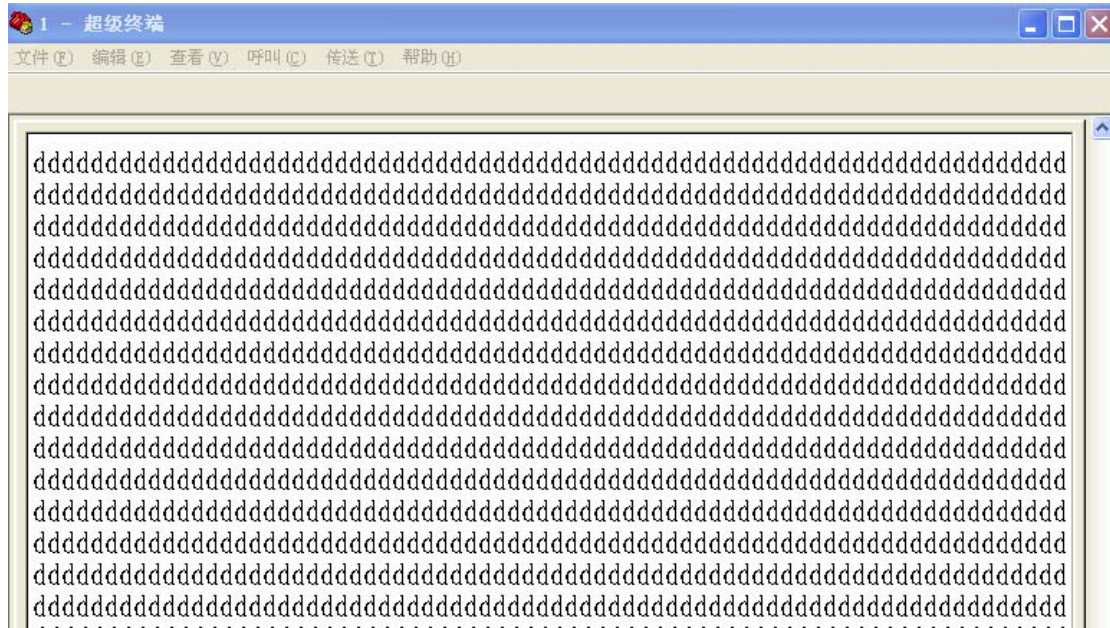

图 5-71 串口例程终端打印数据
1) 下载完程序后,打开超级终端,敲入字符 d,可以看到整个超级终端不停的输出 d 这个字符,表示输入成功如图 5-71 所示。